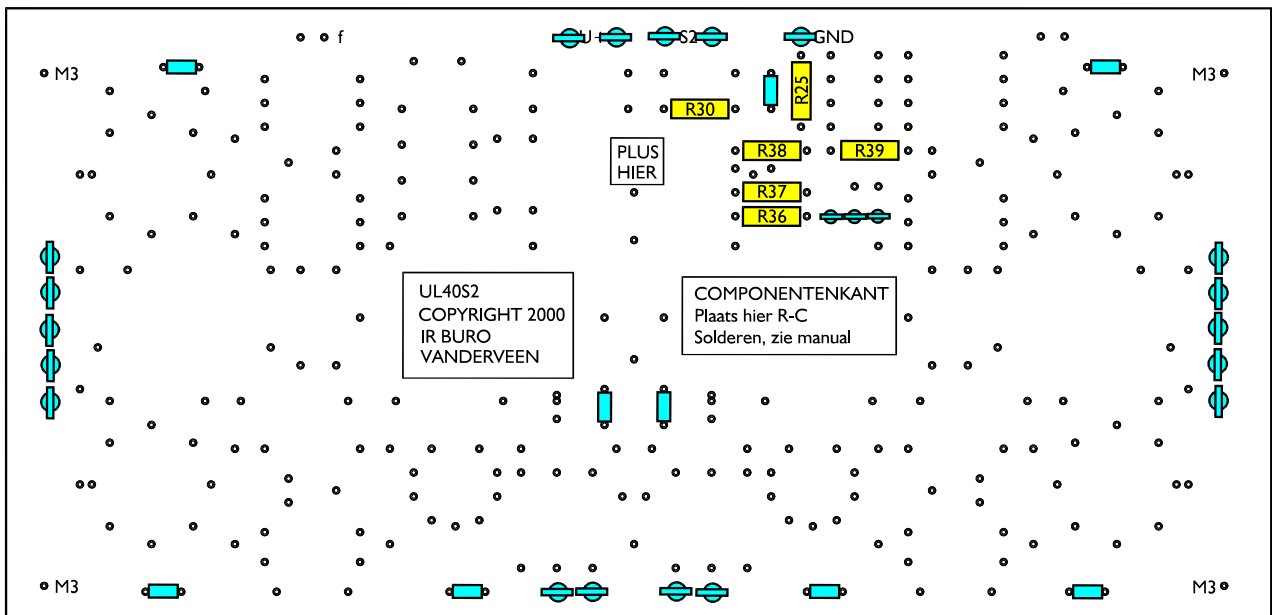

Figuur 3
1. In figuur 3 is duidelijk zichtbaar dat de al gemonteerde onderdelen de kleur blauw/groen hebben, terwijl de te monteren onderdelen de kleur geel hebben. Vanaf nu wordt deze kleurcodering consequent gehanteerd, wat het gemakkelijker maakt om te herkennen wat er per bouwstap gedaan moet worden.
2. De condensatoren C15-C20 (hoogfrequent ont koppeling van de 6,3 V gloeispanning), de condensatoren C2 (hoogfrequent overbrugging van de elektrolytische condensator C1) en C7 (hoogfrequent ont koppeling van de aarde verbinding), hebben elk de waarde van 0,1 μ F en hun posities staan in figuur 3 aangegeven.